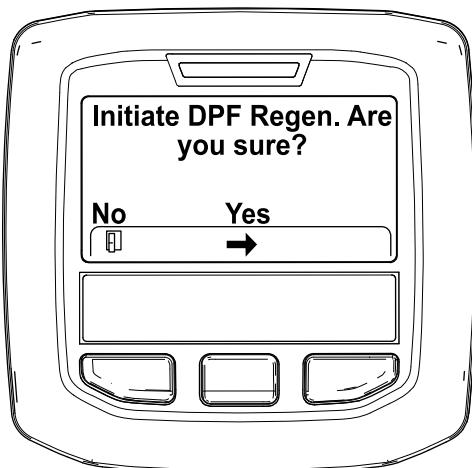

図 28
4. Initiating DPF Regen DPF 再生開始 Are you sure?というメッセージが表示されるので、中央ボタンを押す図 28。